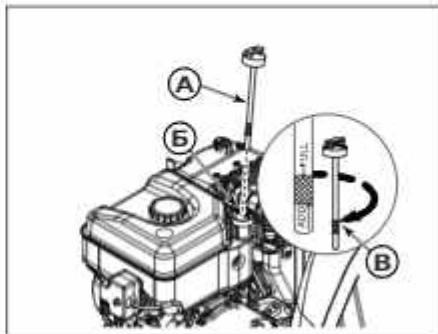

Рис. 32
7. Извлеките масляный щуп (рис. 32, поз. А).
8. Медленно влейте масло в трубку маслозаливной горловины двигателя (рис.32, поз. Б). Информацию о емкости масляного картера см. в разделе Технические характеристики.
10. Когда уровень масла находится на верхней отметке индикатора заполнения (рис.32, поз. В), вставьте и закрутите масляной щуп.